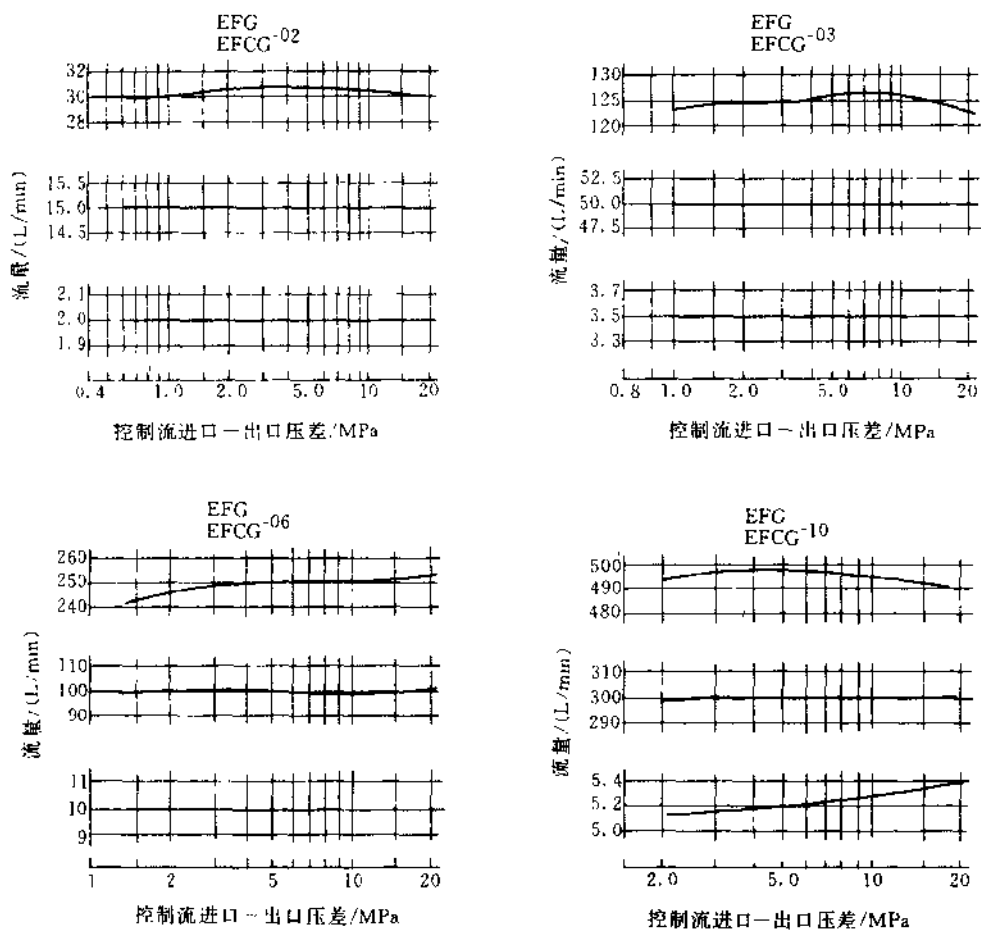

图 21.6-17 40Ω 系列比例调速阀压差—流量特性
• 40Ω 系列比例调速阀压差—流量特性(见图 21.6-17)